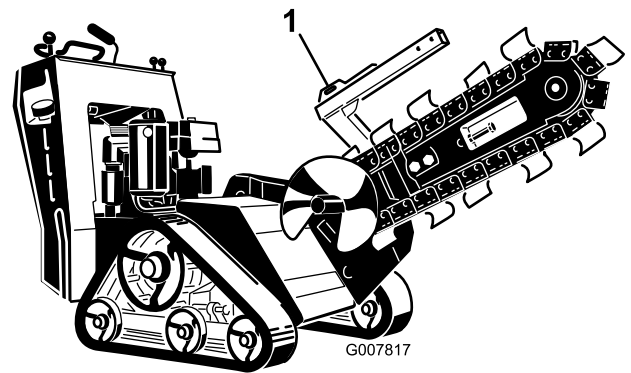
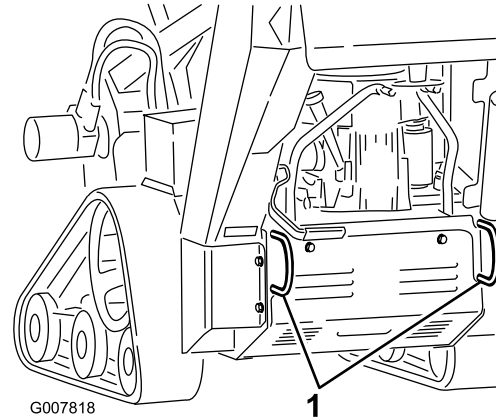

Figura 23
Figura 24
3. Fissate la macchina al rimorchio con catene o cinghie utilizzando gli anelli di attacco/solevamento sulla parte anteriore e posteriore della macchina (Figura 23 e Figura 24). Fate riferimento alle ordinanze locali per i rimorchi e ai requisiti per i punti di attacco.
La macchina può essere sollevata utilizzando gli anelli di attacco/solevamento come punti di sollevamento (Figura 23 e Figura 24).